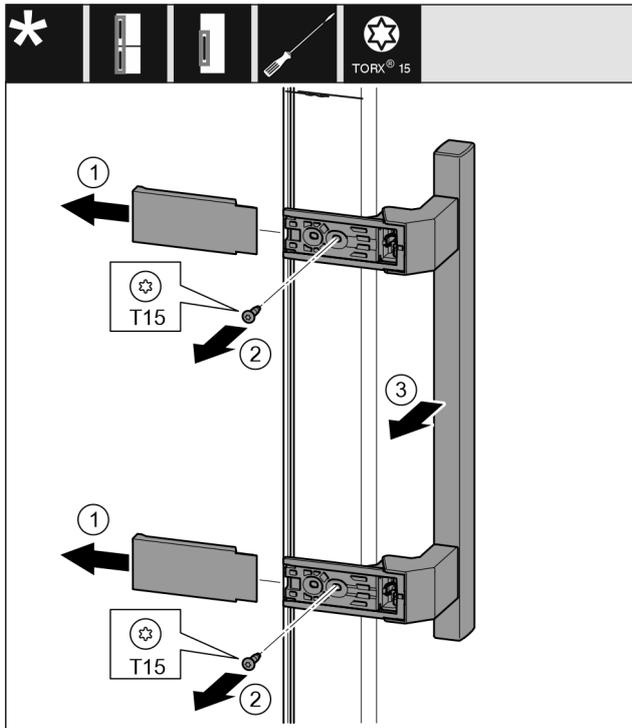

Fig. 29
- ▶ Retirer le couvercle. Fig. 29 (1)
- ▶ Retirer les vis avec un tournevis T15. Fig. 29 (2)
- ▶ Retirer la poignée. Fig. 29 (3)
- ▶ Soulever et retirer avec soin le cache latéral avec un tournevis plat. Fig. 29 (4)
- ▶ Replacer le cache de l'autre côté. Fig. 29 (5)